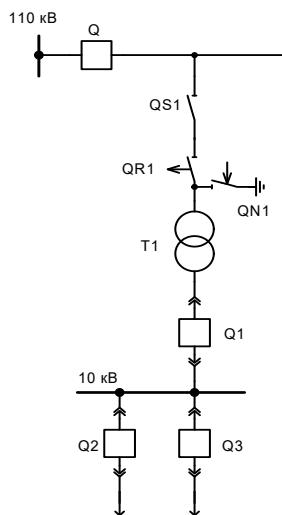

Рис. 1.
4. Укажите правильную последовательность действий при повреждении в трансформаторе Т1 (рис. 1), последовательность действий следующая: